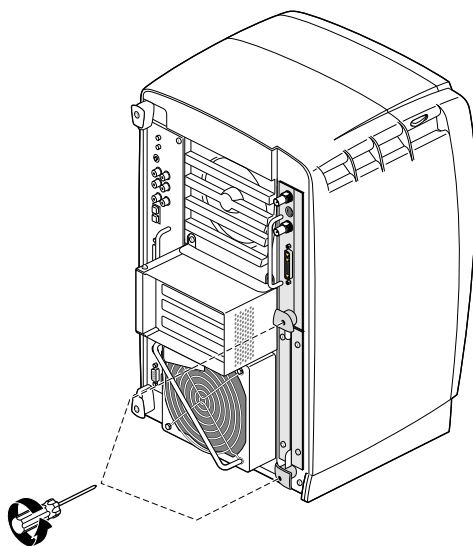

図 2-7 XIO Tri-Module のネジをゆるめる
1. 図 2-7 に示すように、付属の + ドライバを使用して、XIO Tri-Module のスライドハンドルを固定している 2 つのネジが本体から外れるまでゆるめます。